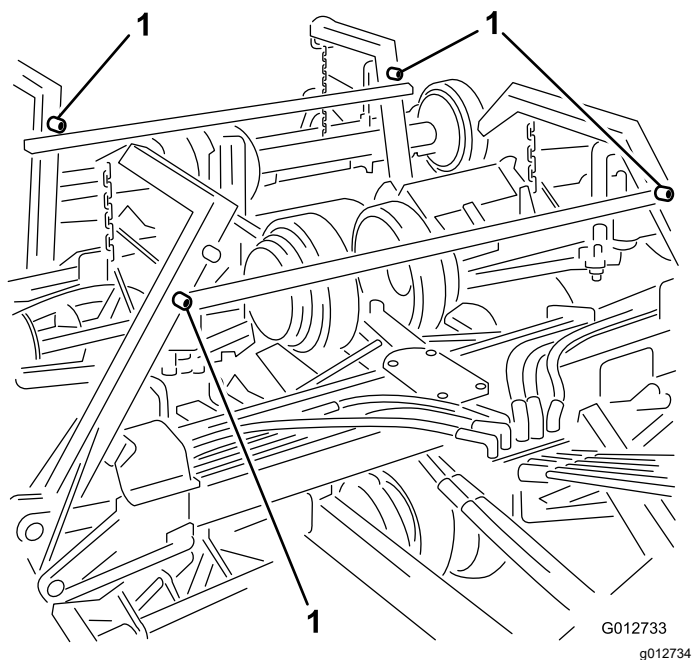

图 20
2. 将运输箍带安装到提升臂的安装销上并用发卡销固定图 20。